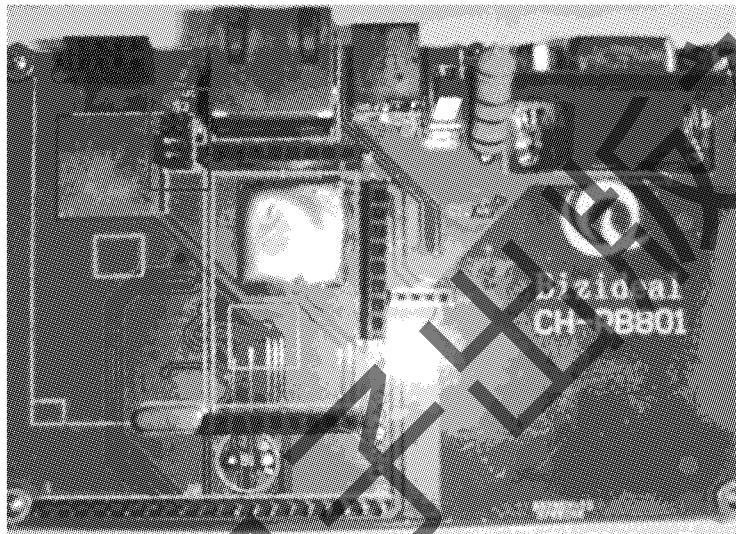

图 5-19 不同功能跳线位置
(1)首先,将“WiFi 参数设置跳线端口”(参照图 5-19)上的两个跳线帽从“RUN”处拔出接到下方“RESET”两个端口处。(注意,正常通讯时,必须要将跳线帽恢复到 RUN 处。)